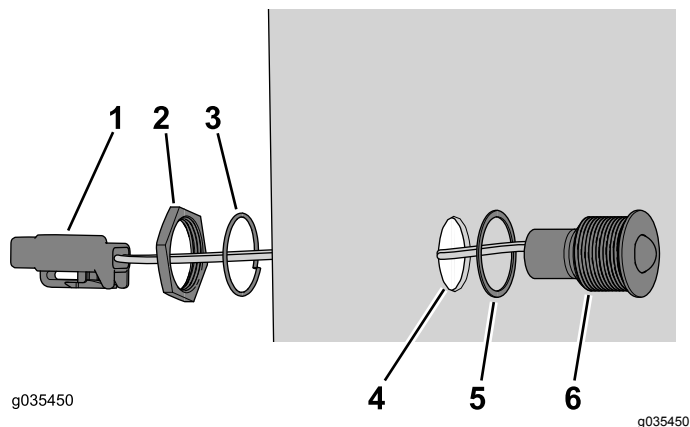

図 15
6. カバーパネルの取り付け穴にコネクタを通す図 15。
注 カバーとインジケータランプの間にガスケットを入れてください図 15。
7. インジケータランプを、カバープレートの都立エアレーション穴に固定するリテーナナットとロックワッシャを使う図 15。